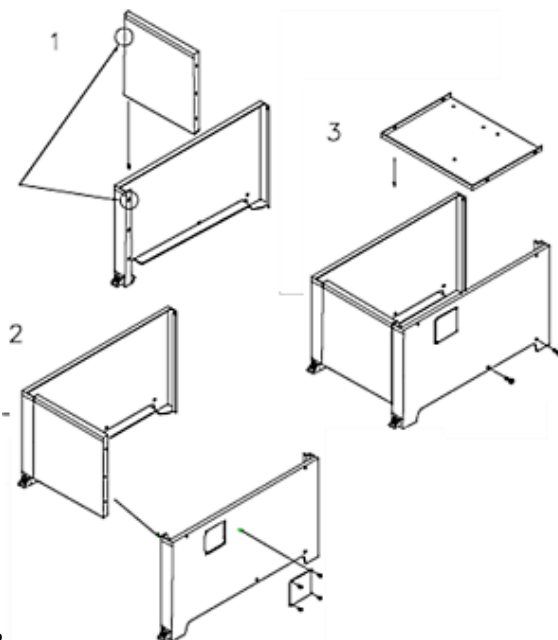
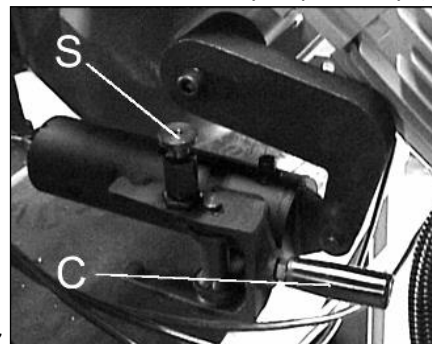

Рис.3
Рис. 7
- Соедините вертикальные панели, вставив шип в паз (Рис.3)
Выберите скорость движения полотна рукояткой (F, рис.3).
Выберите режим работы переключателем (B, рис.3). Если планируется опускание рамы под действием ее веса, необходимо перевести вилку (C, рис.7) в продольное положение. Для перевода вилки необходимо вытянуть фиксатор (S, рис.7)